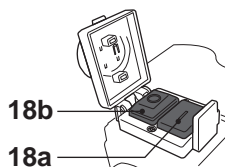

Fig. 11a
- > Soulevez le couvercle des interrupteurs et appuyez sur l'interrupteur MARCHÉ "I" [18a] (Fig. 11a).